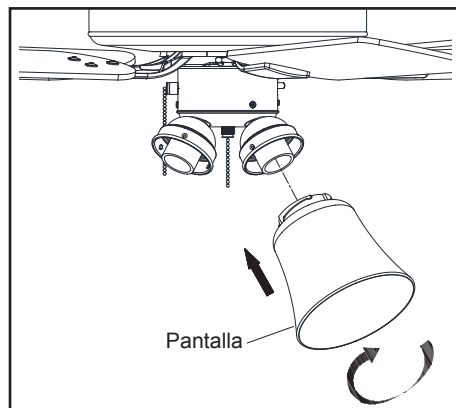

Figura 14
6. Coloca la pantalla resistente a impacto en el conjunto del kit de luces alineando las tres áreas planas en el reborde superior de dicha pantalla con las tres muescas salientes del conjunto del kit. Gira la pantalla resistente a impacto en el sentido de las manecillas del reloj hasta que se detenga. (Figura 14)